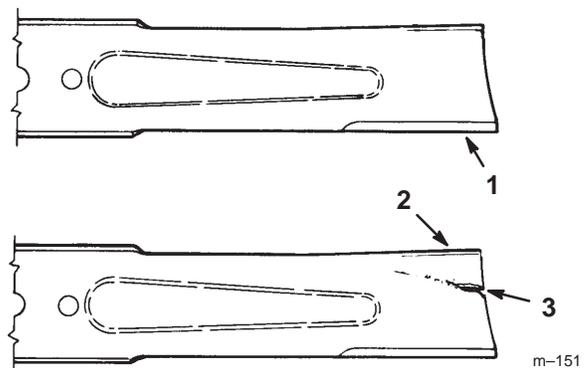

Figure 33
1. Inspectez les tranchants des lames (Fig. 33). Si elles ne sont pas tranchantes ou si elles présentent des indentations, déposez et aiguiser les lames (voir Aiguisage des lames, page 34).
2. Inspectez les lames, surtout la partie incurvée (Fig. 33). Remplacez immédiatement toute lame endommagée, usée ou qui présente une entaille (repère 3 de la Fig. 33).